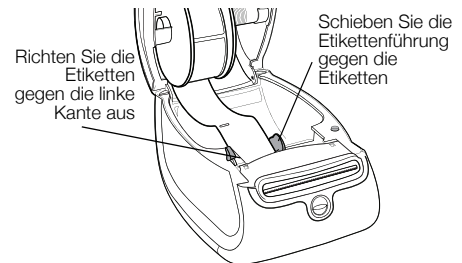

Abbildung 8
- Zum Laden der Etiketten müssen diese mit der linken Kante gegen die linke Kante des Etikettenzufuhrschlitzes eingelegt werden. Siehe Abbildung 8.
- 7 Richten Sie die linke Kante des Etiketts auf die linke Kante des Etikettenzufuhrschlitzes aus und setzen Sie das Etikett in den Schlitz ein. Siehe Abbildung 8.
- 8 Schieben Sie die Etikettenführung nach links, bis diese auf die rechte Kante des Etiketts ausgerichtet ist. Siehe Abbildung 8.